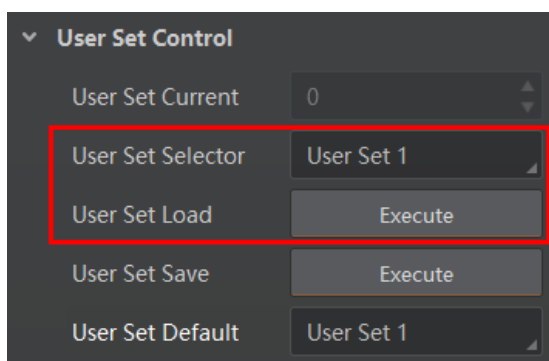

图8-13 加载参数设置
- 加载参数：在连接设备但不预览时，可对设备进行加载参数的操作。通过 *User Set Selector* 参数下拉选择其中一套参数，单击 *User Set Load* 处的“Execute”，即可将选择的一套参数加载到相机中，如图 8-13 所示。